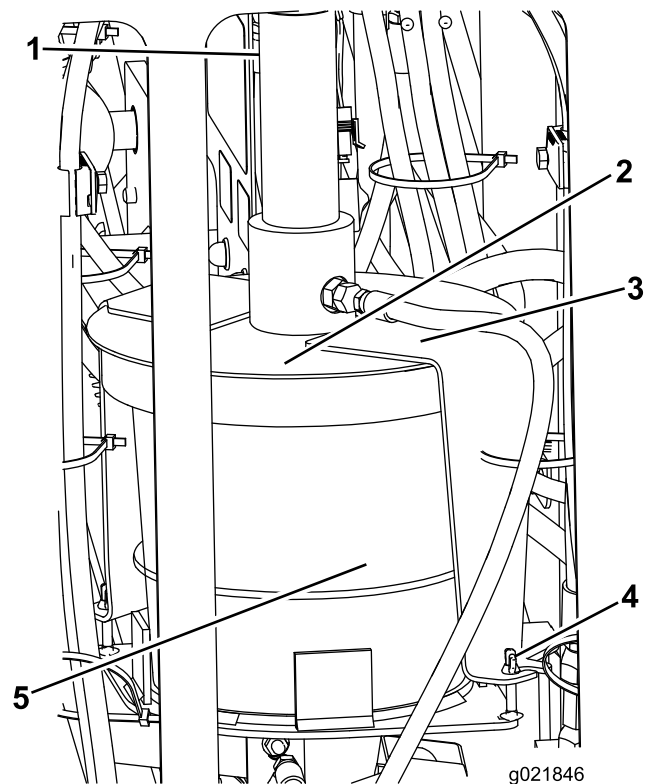

Figura 91
3. Solte as porcas-borboleta que fixam a abraçadeira da tampa à máquina (Figura 91).
4. Gire a tampa e puxe a abraçadeira, liberando-a dos parafusos retentores (Figura 91).
5. Levante o conjunto da tampa para longe do reservatório vazio de lubrificante de rosca (Figura 91).
7. Posicione o êmbolo no novo reservatório e encaixe o conjunto da tampa sobre o reservatório (Figura 91).
8. Posicione a abraçadeira sobre parafusos retentores e gire a tampa para encaixar a abraçadeira nos parafusos (Figura 91).